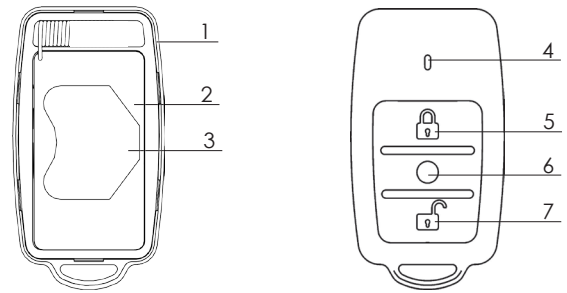

Рисунок 1 – Конструкция «Ri-Key-1»
Брелок состоит из следующих элементов (рисунок 1): основания корпуса и крышки корпуса (1) с установленной печатной платой (2). На печатной плате расположен держатель батареи (3). На крышке корпуса расположены: светодиодный индикатор (4), кнопки для передачи команд управления (5,6,7).